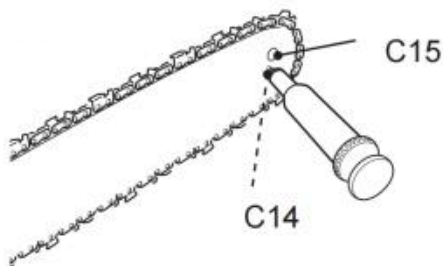

Fig. 69
2. À l'aide d'un pistolet à graisse jetable, insérez le nez de l'aiguille dans le trou de lubrification (C14) et injectez de la graisse jusqu'à ce qu'elle apparaisse au bord extérieur de la roue dentée (Fig. 69).